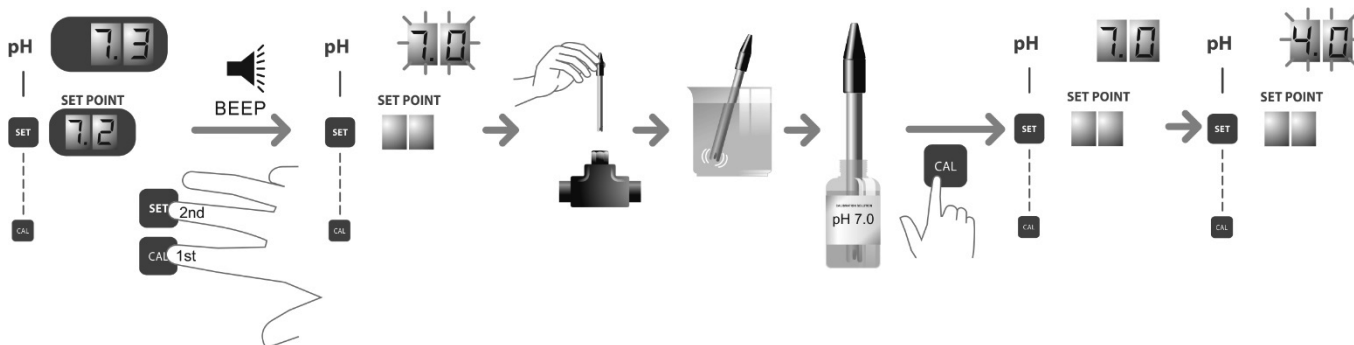

Fig. 15a
2. Premere contemporaneamente i tasti “CAL” [8] e “SET” [7] qualche secondo finché il display superiore [5] non lampeggia indicando “7.0” (fig. 15a).